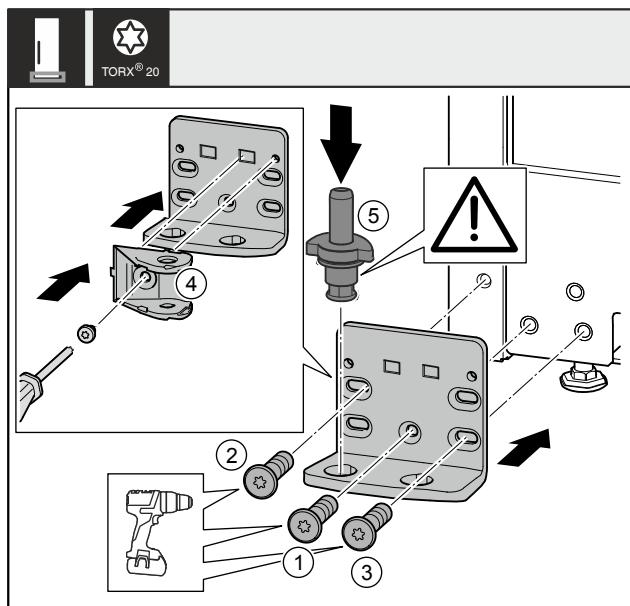

Fig. 33
- Coloque el soporte del cojín en el otro lado y atornílelo con un destornillador. Comience con el tornillo Fig. 33 (1) en la parte inferior central.
- Atornille el tornillo Fig. 33 (2) y el tornillo Fig. 33 (3).
- Gire la conexión del amortiguador de cierre Fig. 33 (4) 180°. Atornille el soporte del cojín en el otro lado con un destornillador.
- Inserte completamente los pernos del cojín Fig. 33 (5). Asegúrese de que la leva de bloqueo apunte hacia atrás.